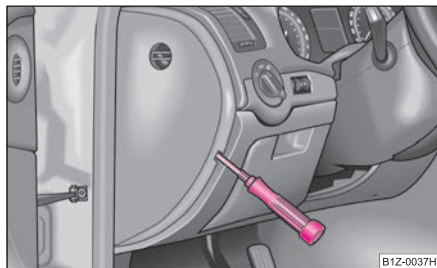

Fig. 222 Capacul suportului de siguranțe:
- Îndepărtați capacul de siguranță de pe lateralul tabloului de bord cu ajutorul unei șurubelnițe ⇒ **fig. 222**, resp. capacul cutiei cu siguranțe din compartimentul motorului ⇒ pagina 242.